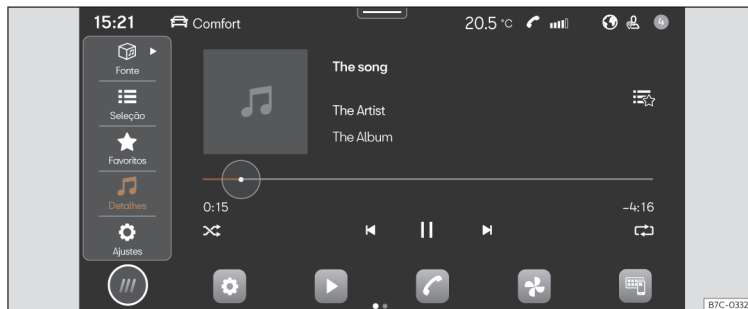

Fig. 154 Esquema: Vista Multimédia.
- Pressione **HOME** > ► >>> **Fig. 154**.